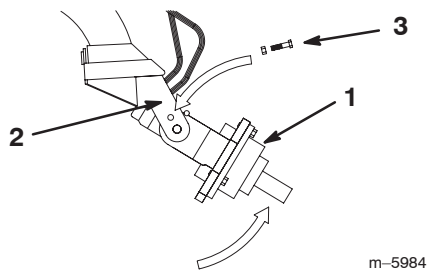

Bild 2
1. Wenn Sie einen Erdbohrer am Antriebskopf, Modell 22803, montieren, stellen Sie den Antriebskopf vertikal, schieben Sie eine Schraube (1/2 x 2-3/4 Zoll) in die Löcher an den vorderen Wiegearmen und ziehen Sie die Schraube leicht mit einer Bundmutter an (1/2 Zoll) (Bild 2).
4. Drehen Sie den Antriebskopf für den Erdbohrer manuell nach oben, bis Sie eine Schraube (1/2 x 2-3/4 Zoll) in das Loch am Wiegearm schieben und den Antriebskopf befestigen können. Ziehen Sie die Schraube leicht mit einer Bundmutter an (1/2 Zoll) (Bild 2).